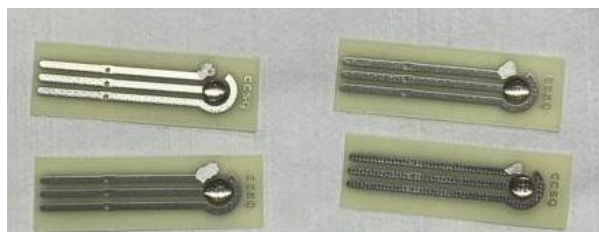

Figura 1: Electrodo una vez se les agrega Lacasa sobre el WE para inmovilización.
9. Por último, agregar 10 $\mu$ L de la alícuota de Lacasa, dejar mínimo 12 horas a temperatura ambiente para el procesamiento de fijación con el Glutaraldehído. Recomendado dejar *overnight* (Figura 1).